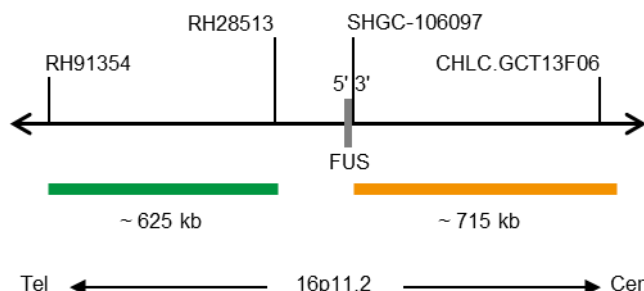

Fig. 1: SPEC FUS Mappa della sonda (non in scala)
- Polinucleotidi (~10 ng/μl) marcati con ZyGreen (eccitazione 503 nm/emissione 528 nm), che hanno come bersaglio sequenze mappate in 16p11.2* (chr16:30,383,304-31,007,836) distali alla regione del breakpoint FUS (vedere Fig. 1).
- Polinucleotidi (~4,5 ng/μl) marcati con ZyOrange (eccitazione 547 nm/emissione 572 nm), che hanno come bersaglio sequenze mappate in 16p11.2* (chr16:31,213,259-31,927,155), prossimali alla regione del breakpoint di FUS (vedere Fig. 1).